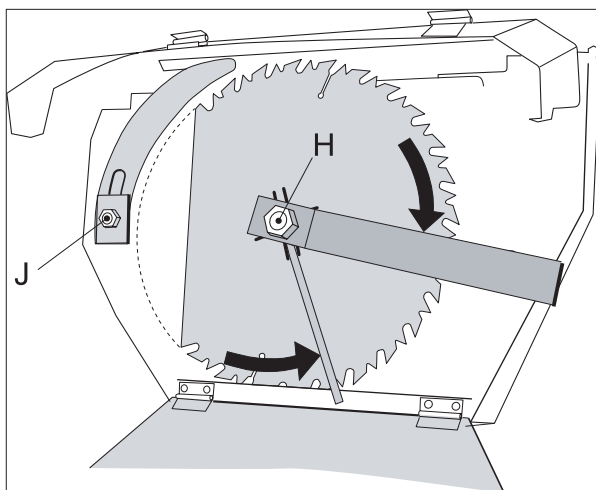

Fig. 18
- Sagbladdekselet åpnes ved hjelp av verktøy. Øvre beskyttelsesdeksel henges opp i lenken under sagbordet. Fjern sagbladet ved hjelp av medfølgende verktøy. Festemutteren **H** er venstregjenget og den løsnes ved å skru "med klokka". Sagbladet må holdes igjen med et annet verktøy. Påse at dekslet på bladboksen er lukket etter skifte av bladet. *Se fig. 18.*
- Spaltekniven må alltid være montert når sagen er i bruk. Justering av spaltekniven fremgår av *fig. 18 og 19.*